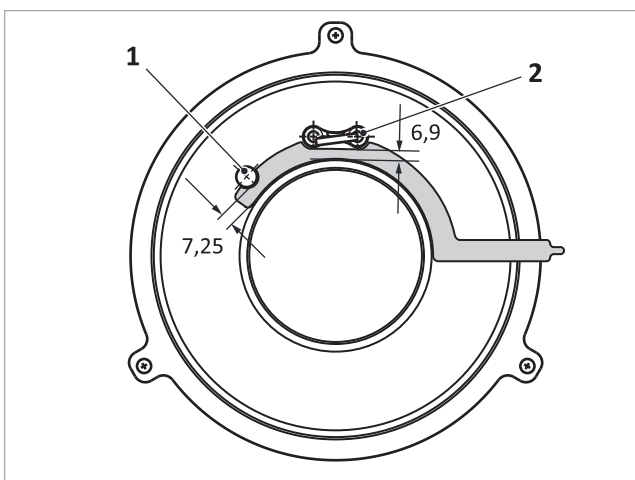

Fig. 113: Distancias entre los electrodos de ionización y de encendido y el quemador piloto
- Electrodo de ionización → fig. 113 (1): 7,25 mm
- Electrodo de encendido → fig. 113 (2): 6,9 mm